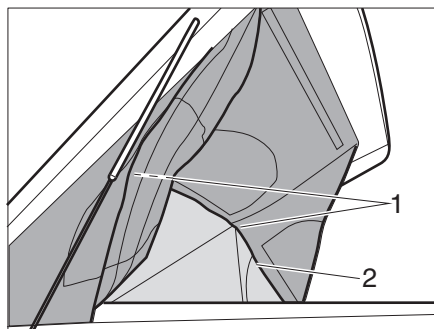

Fig. 22 Funzione panorama
- Aprire la chiusura lampo (Fig. 22,2) su tutto il perimetro del tetto sollevabile.
- Con la chiusura a velcro (Fig. 22,1) fissare le fiancate e il telo anteriore in alto al tetto sollevabile.